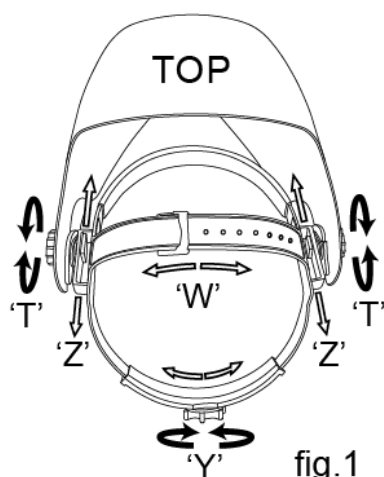

fig.1
Celkový obvod hlavového kříže může být zmenšen nebo zvětšen otáčením kolečka na zadní straně oblouku. (Viz.nastavení "Y" na fig.1). To může být provedeno i při používání kukly a umožňuje nastavit napětí tak, aby kukla seděla pevně na hlavě, aniž by byla příliš těsná.
- Je-li horní oblouk příliš vysoko nebo příliš nízko nad temenem hlavy, upravte nastavení popruhu, který prochází přes horní část hlavy. (Viz.nastavení "W" na fig.1).
Krok 1: Povolte matice (viz."T" na fig.1.) Nastavte vzdálenost mezi kuklou a vaším obličejem ve spodní poloze.
Krok 2: Povolte matice na obou stranách kukly a posuňte je blíže nebo dále od obličeje. (Viz.nastavení "Z" na fig.1). Je důležité, aby vaše oči byly vždy ve stejné vzdálenosti od filtru. Jinak ztmavení může vypadat jako nestejněmorné.